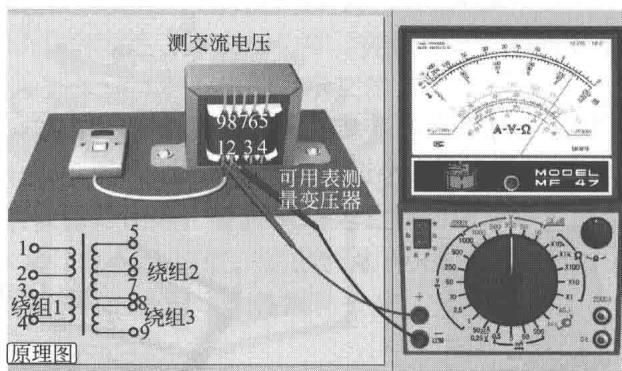

图 1-7 检测交流电压
① 选择挡位 将万用表的红黑表笔连接到万用表的表笔插孔中，将转换开关转到对应的交流电压最高挡位。
② 选择量程 若不清楚电压大小，应先用最高电压挡测量，图 1-7 电路中测量变压器输入市电电压，所以应选用 250V 挡。
③ 测量 万用表测电压时应使万用表与被测电路相并联，打开电源开关，然后将红、黑表笔放在变压器输入端 1、2 测试点，测量交流电压，如图 1-7 所示。